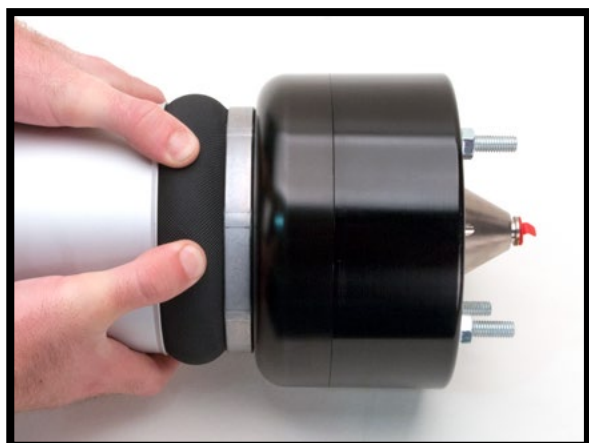
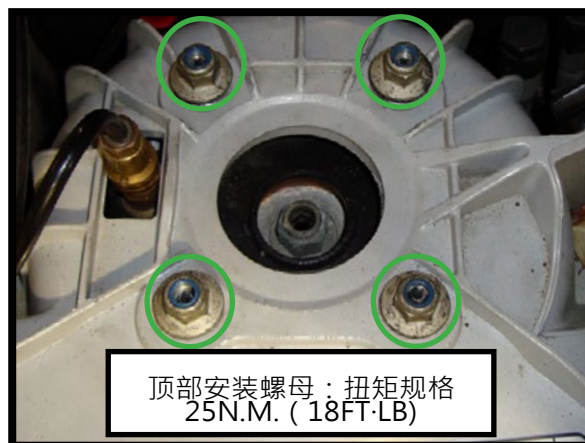

图1
图2
1. 本产品发货时已加压; 安装之前, 请按压空气弹簧的外露部分, 进行适当充气。发硬的空气弹簧类似下图。如果空气弹簧未充气或与下图不符, 请联系您的授权零售商。(图1) 安装时, 请确认顶部安装螺母的扭矩达到 25N.M。(图2)